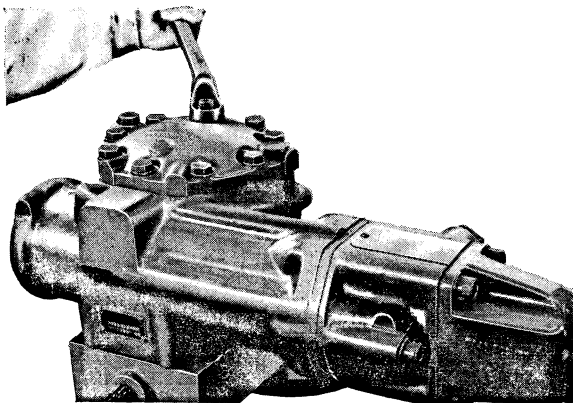

Fig. 11.
Stuurinrichting met de hals van het huis in het opspanblok klemmen. Moer (27) verwijderen (fig. 11). Bevestigingsbouten (25) verwijderen. Deksel (20) door rechtsom draaien van de stelbout (62) afnemen.
Serrer le collet du boîtier dans l'étau. Retirer l'écrou hexagonal (fig. 11, No. 27). Oter les boulons de fixation (25). En tournant la vis de réglage (62) dans le sens des aiguilles dévisser le couvercle (20).